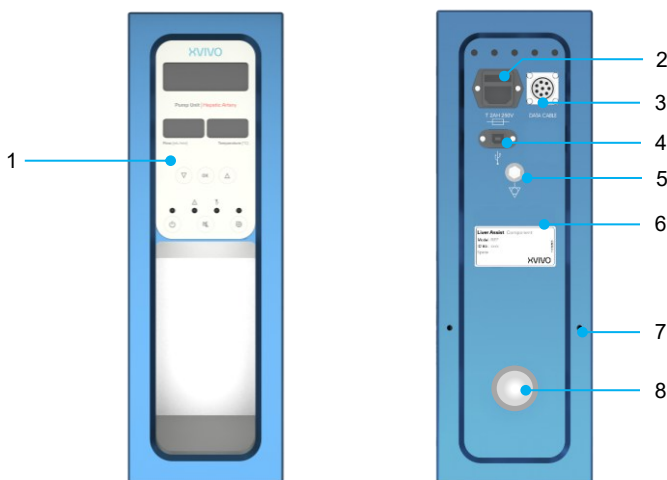
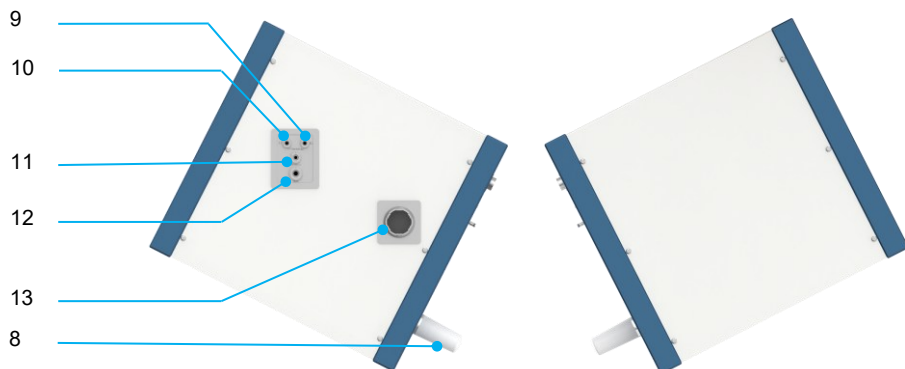

Figura 2 Vedere anterioară și posterioară a unităților de pompare
Figura 3 Vedere laterală dreapta și stânga a unităților de pompare
Liver Assist conține două unități de pompare separate (Figura 2 și Figura 3). O unitate de pompare pentru perfuzia venei porte (PV) și cealaltă pentru perfuzia arterei hepatice (HA). Pompa din vena portă (Figura 1, unitatea din dreapta) funcționează în mod continuu, la o presiune care poate varia de la 0 la 16 mmHg în funcție de setarea aleasă. Pompa arterială (Figura 1, unitatea din stânga) funcționează într-un mod pulsatil de 60 BPM pentru a imita fluxul sanguin fiziologic la o presiune care poate varia de la 0 la 90 mmHg, în funcție de setările alese.